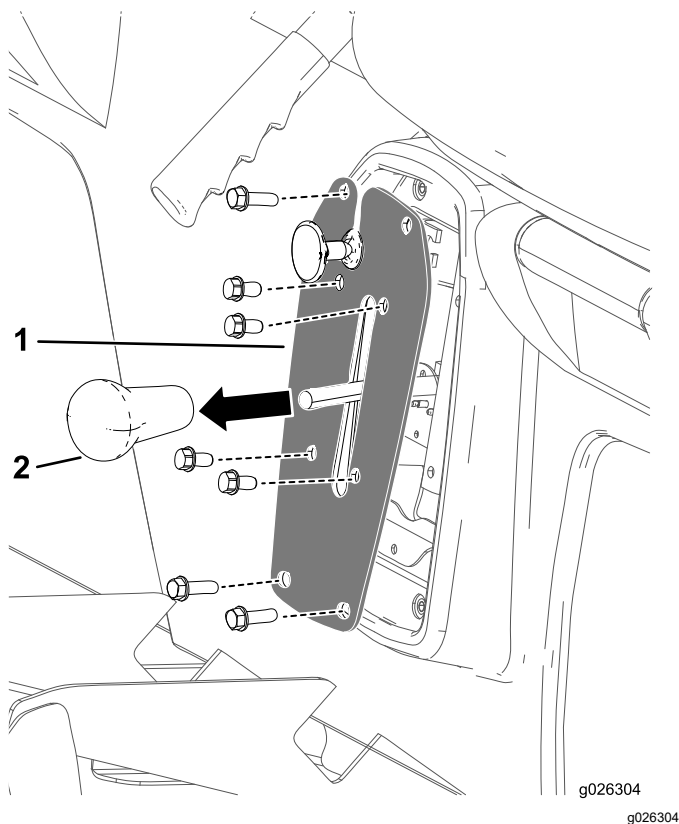

Figura 39
- Rimuovete la manopola dalla leva del cambio (Figura 39).
2. Rimuovete i 4 bulloni che fissano la piastra del cambio alla staffa del cambio (Figura 39).
3. Rimuovete i 4 bulloni che fissano la piastra del cambio alla base del sedile e rimuovete la piastra del cambio (Figura 39).
4. Avvitare la manopola della leva del cambio e serratela manualmente (Figura 39).